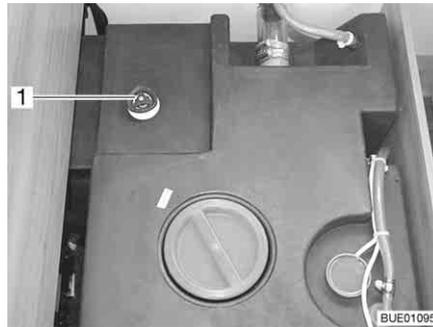

Fig. 196 Reservatório da água com manípulo rotativo
- No reservatório da água, gire o manípulo rotativo (Fig. 196,1) no sentido dos ponteiros do relógio até ao encosto.
- No reservatório da água, gire o manípulo rotativo (Fig. 196,1) em sentido contrário ao dos ponteiros do relógio até sentir resistência. A água sai até permanecerem ainda 60 litros.